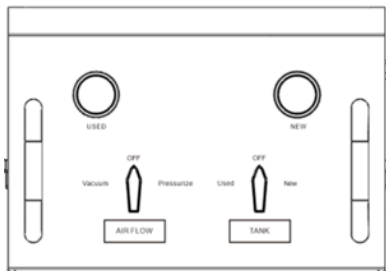
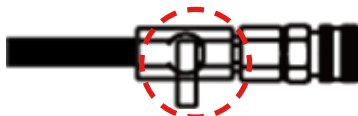

Fig 1.
Fig 2.
1. Ausgangsposition (Abb.1, Abb. 2, alle Ventile geschlossen)
4. Stellen Sie beide Ventile an der Schalttafel auf „OFF (AUS)“ (Abb.1) und lassen Sie das Ventil am Schlauch für die gebrauchte Flüssigkeit geöffnet (Abb.7), um den Unterdruck im Kühlsystem des Fahrzeugs aufrechtzuerhalten. Überwachen Sie das Manometer am gebrauchten Tank, um eine Leckageanalyse des Kühlsystems durchzuführen.